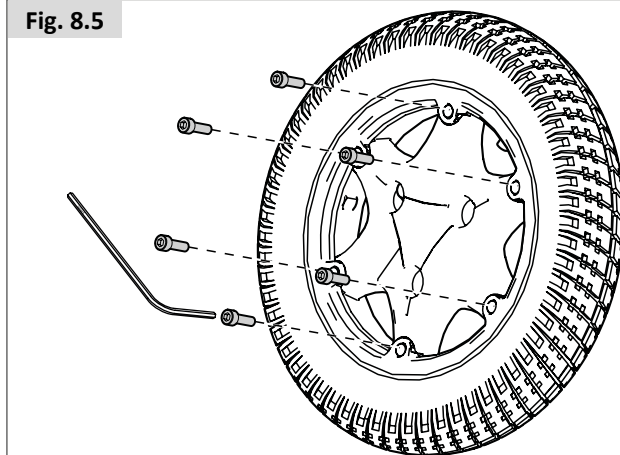

Fig. 8.6
- Til de binnenring van het wiel af (Fig. 8.6).